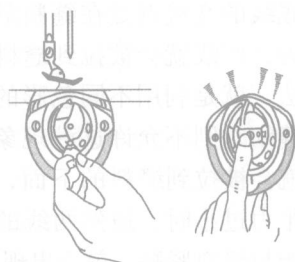

图 1-4 梭芯套的安装
(5) 安装梭芯套 用手拨动上轮使针杆升至最高位置，然后装入梭芯的梭芯套上，用左手拇指扳起梭门盖，再将梭芯套装在机板下面的摆梭轴上，梭柄向上嵌入梭床的缺口内，使梭门卡在摆梭轴的凹槽内，如图 1-4 所示。用手轻轻转动上轮，观察梭芯套的运转是否正常，如梭芯套滑出梭床缺口，则需重新装。